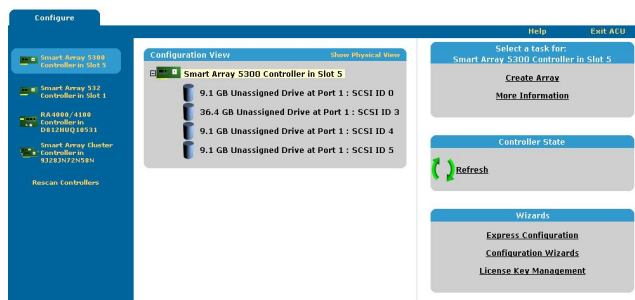

Figura 1-2: Pantalla de configuración principal de ACU
Aparecerá la pantalla de configuración principal de ACU (Figura 1-2).
ACU abrirá ahora la pantalla de configuración específica del Controlador. De forma predeterminada, esta pantalla se presenta en el modo Standard Configuration (Configuración estándar). Si desea usar un modo de configuración diferente, seleccione un asistente en el panel de la parte inferior derecha de la pantalla de configuración principal de la ACU (Figura 1-2). El procedimiento para usar cada modo se describe en este capítulo.
1. Haga clic en **Express Configuration** (Configuración rápida) en el panel inferior derecho de la pantalla de configuración principal de ACU (Figura 1-2). Aparecerá la pantalla de inicio del modo Express.
1. Haga clic en **Configuration Wizards** (Asistentes para la configuración) en el panel inferior derecho de la pantalla de configuración principal de ACU (Figura 1-2).